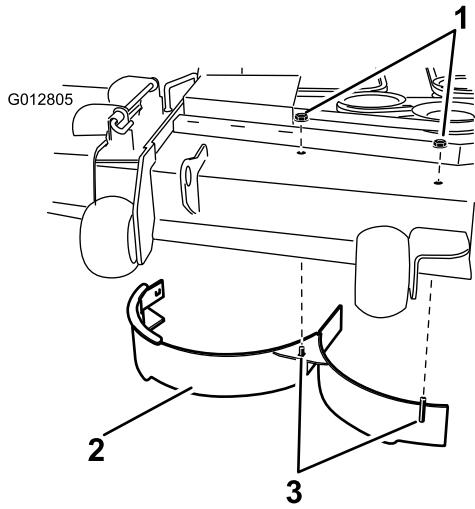

Bild 34
10. Entfernen sie die zwei Sicherungsmuttern (5/16 Zoll), die die geschweißten Pfosten des rechten Ablenkblechs oben auf dem Mähwerk in der Mitte und rechts von der Mittelstellung sichern (Bild 34). Entfernen Sie das rechte Ablenkblech vom Mähwerk.